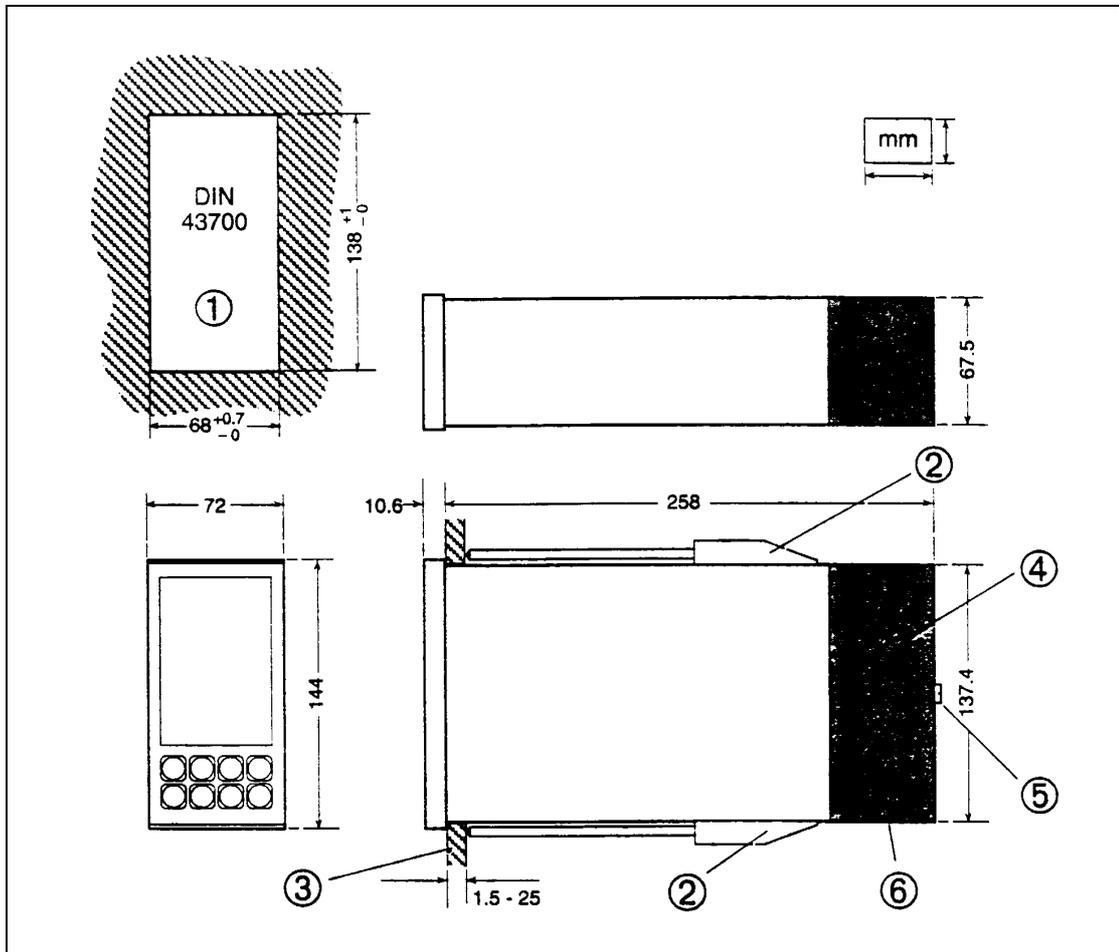

Bild 2-1 Abmessungen des T640
Bild 2-1 zeigt den DIN-Ausschnitt des T640 sowie die Gesamtabmessungen des Gerätes ①, die Befestigungsschrauben ②, die Schalttafel ③, Klemmenabdeckung ④ und Schraube ⑤ sowie den Zugang zur Verdrahtung ⑥.